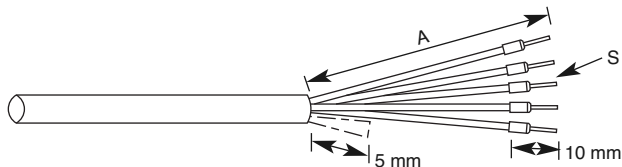
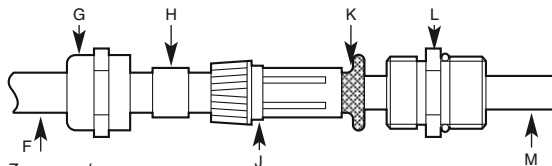
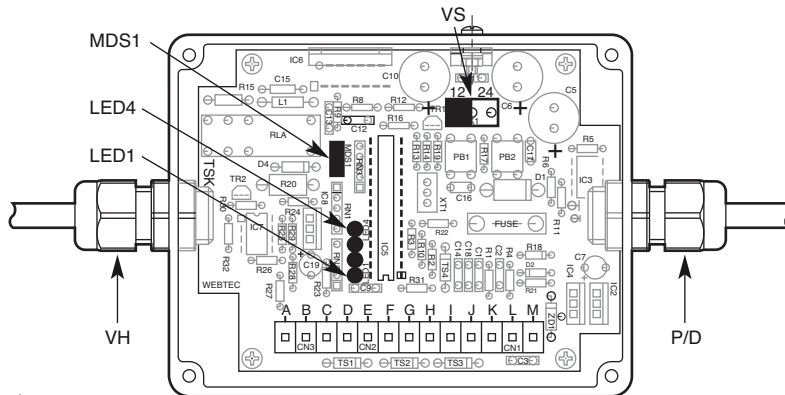

Abb. 1: Kontroll- und Stromkabel vorbereiten.
Abb. 2: Kabelverschraubung Zusammenbau
Abb. 6: Steuerkasten
- Das 6-Kern Kontroll-Kabel wie in Abbildung 1 vorbereiten:
4. Aderendhülsen (S) befestigen.
- Das vorbereitete Kabel in die in Abb. 3 gezeigte Kabelverschraubung einführen. Kabelverschraubung wie folgt zusammensetzen (Abb. 2):
1. Bringen Sie die Stopfbuchsmutter (G), Gummimanschette (H) und das Kunststoffstück (J) auf das Kabel.
2. Kabelschirmung (K) über das Kunststoffstück (J) zurückfalten.
3. Kabelenden (M) durch die Mutter (L) führen.
4. Kunststoffstück (J) in die Mutter (L) drücken.
5. Gummimanschette (H) bis zum Kunststoffstück (J) gleiten lassen.
6. Stopfbuchsmutter (G) und die Mutter (L) anziehen, bis das Kabel festsitzt.
- Bereiten Sie das Kontrollkabel vom Ventilaufbau vor (Abb. 1):
- Das vorbereitete Kabel in die Kabelverschraubung (VH) einführen (Abb. 6). Sehen Sie Abb. 2 und vorangegangene Anweisungen betreffend Zusammensetzung.
- Bereiten Sie das Stromkabel unter Verwendung von 2- oder 6-Kern Kabel (nach Bedarf) vor (Abb. 1):
5. Aderendhülsen (S) befestigen.
- Das vorbereitete Kabel in die Kabelverschraubung (P/D) einführen (Abb. 6). Sehen Sie Abb. 2 und vorangegangene Anweisungen betreffend Zusammensetzung.
- Schalter MDS1 muss von LED4 weg positioniert sein (Abb. 6).
- Stellen Sie Schalter (VS) für 12 oder 24 Volt nach Bedarf ein (Abb. 6).